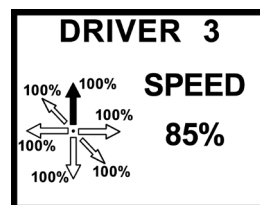

Bild 4
6. Stega med CHANGE-knappen tills rätt värde kommer upp. 100% ingen begränsning, 50% maximal begränsning. **(Bild 4)**